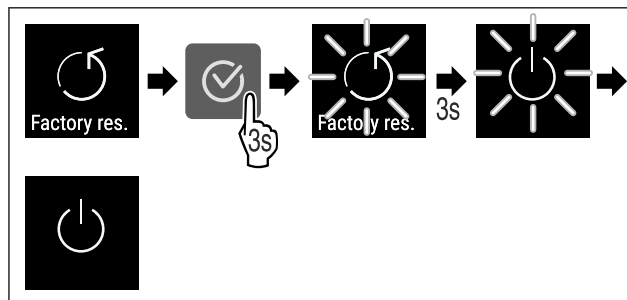

Fig. 92
- ▶ Genomför handlingsstegen (se Fig. 92).